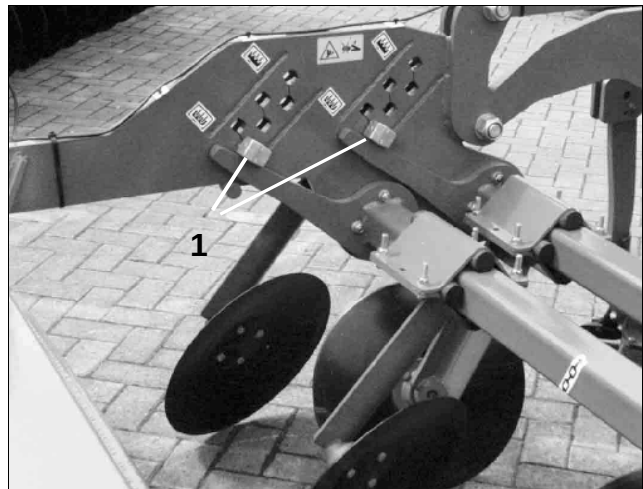

Fig. 11
- Aseta kiinnitystappi haluamaasi reikään (Fig. 11/1) tai kierrä sitä tarvittaessa.